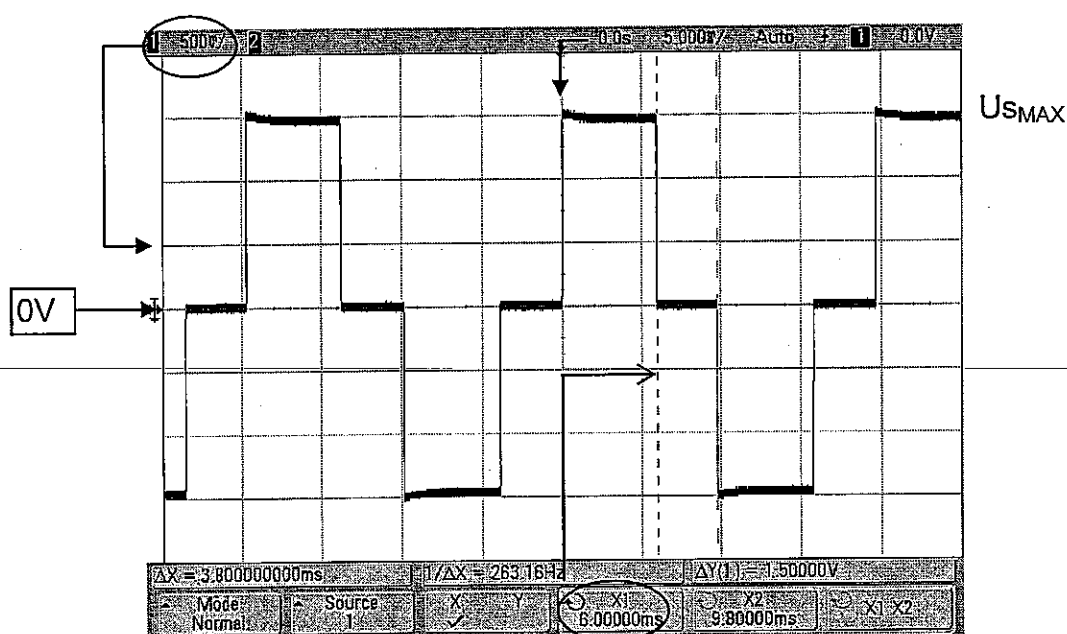
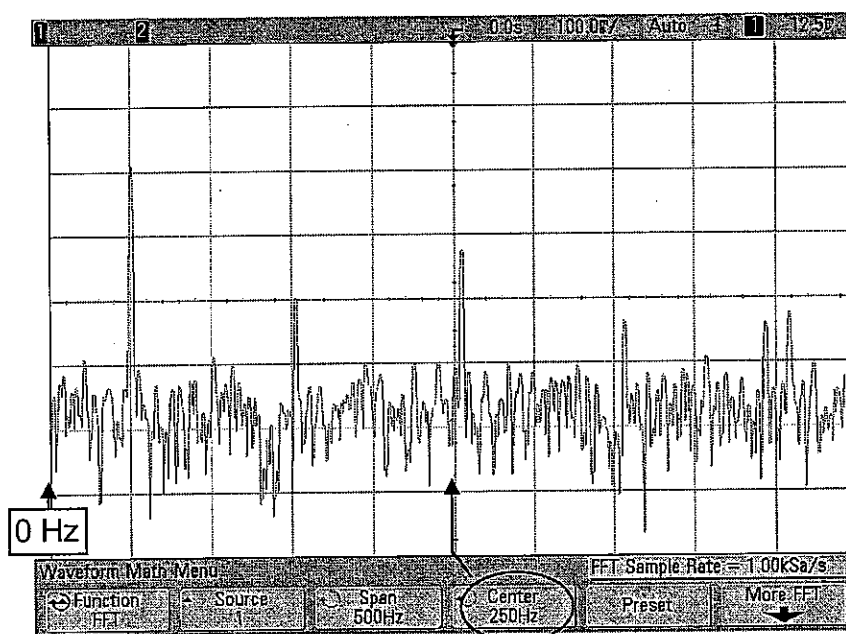

FIGURE 6
FIGURE 7
Sur le chronogramme figure 6, les échelles sont les suivantes :
C.1.1.1 Quelle est la période du signal représenté figure 6 ?
C.1.2.3 À l'aide des mesures de temps effectuées avec les curseurs sur le chronogramme de la figure 6, calculer la valeur efficace $U_{\text{ond eff}}$ de U_{ond} .
Le spectre du signal de la figure 6 est représenté figure 7. Les échelles sont les suivantes : 50 Hz/division en abscisse (0 Hz à gauche, fréquence centrale 250 Hz) et 10 dB/division en ordonnée.
C.2.2 Analyse du signal de la figure 7.